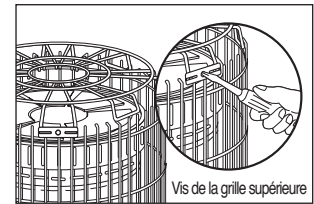

Fig.7
**E.) INSTALLER LE DISPOSITIF DE PROTECTION SUPÉRIEUR :** (Fig. 7)